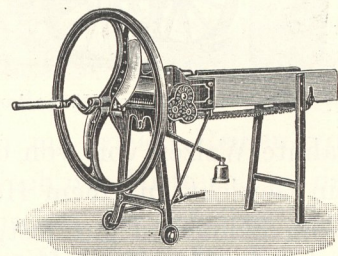

Fig. 869. Häckselmaschine (Scheibenradfutterschneider) von H. Lanz, Mannheim.
1. Die *Schneidevorrichtung* besteht aus Messern, die an dem Mundstück der Lade scharf vorbeigehen. Entweder sind 1, 2 oder 3 Messer in ein Schwungrad gesetzt, um dessen Achse sie gedreht werden (*Scheibenradfutterschneider*, Fig. 869); ihre Schneiden müssen in einer geraden
Werden die Messer nach Fig. 869 eingerichtet, so tritt nach jedem Schnitt ein längerer Leergang ein, der zweckmäßig ist, wenn man langen Häcksel schneiden und die Pause zum Verschieben benutzen will. Will man kürzeren Häcksel bei ununterbrochenem Betriebe schneiden, so muß man derart gekrümmte Messer wählen, daß das folgende Messer zu schneiden